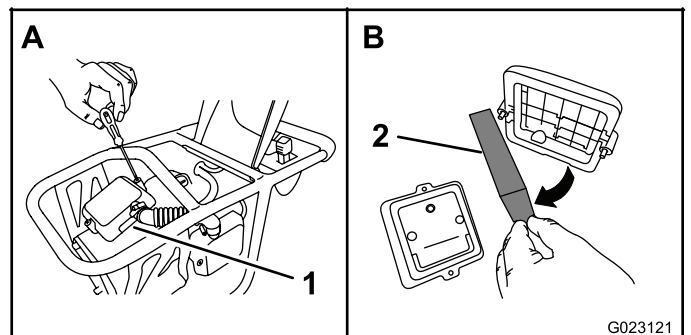

Figura 16
2. Retire los tornillos que sujetan la tapa a la carcasa del prefiltro (Figura 16) y retire la tapa.